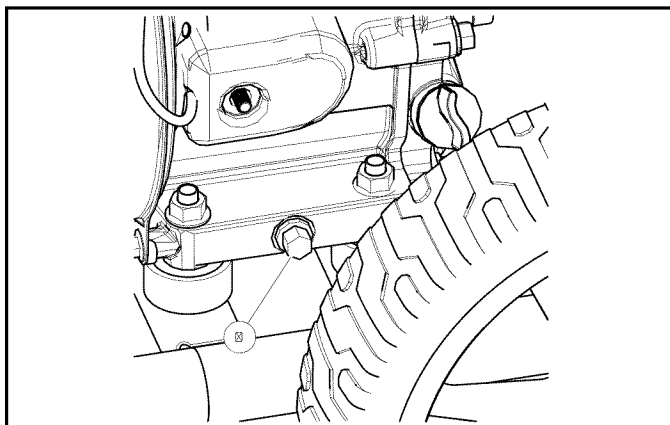

Figura 6-7. Tapón de vaciado de aceite
3. Limpie la zona alrededor del tapón de vaciado de aceite (A) (Figura 6-7). El tapón de vaciado de aceite está ubicado en la base del motor, opuesto al carburador.